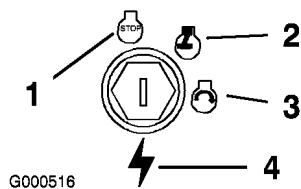

Bild 9
- Drehen Sie den Zündschlüssel auf „Aus“ (Bild 9).